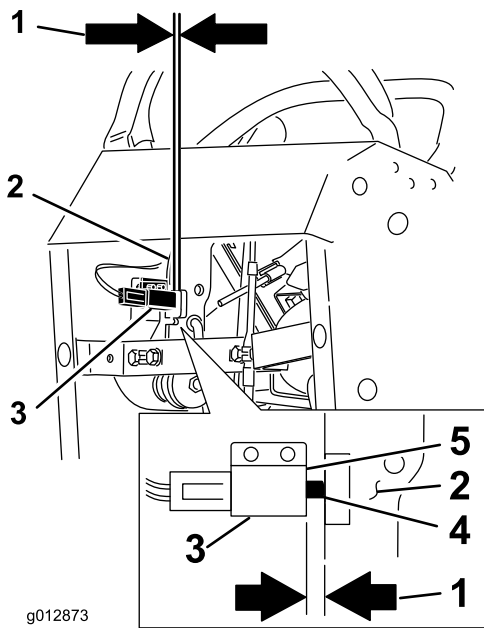

Figura 64
12. Compruebe la distancia entre la palanca de freno y la cara del interruptor, según se muestra en Figura 64. El espacio debe ser de 3 mm (1/8 pulgada) con el freno **puesto**.